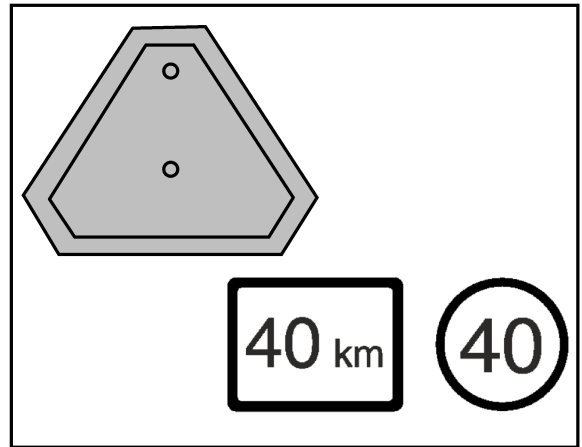

Fig 2.32
- Certifique-se de que o trator e os equipamentos estão providos de sinais de veículo lento (SMV) ou farol, se a lei assim exigir, e que as cargas ou outras luzes não os ocultam (fig. 2.32).